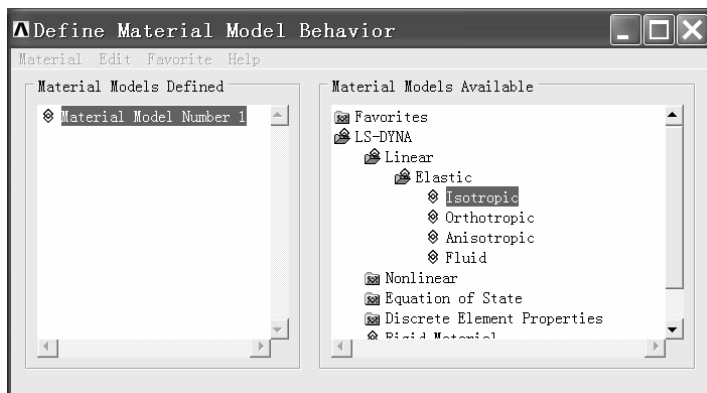
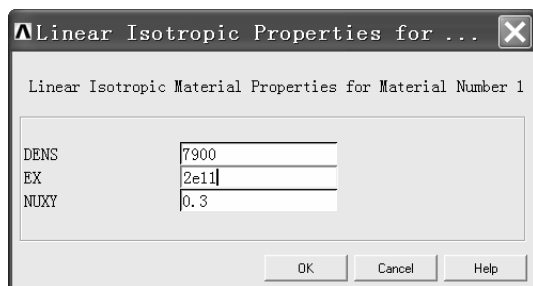

图 3-86 “Define Material Model Behavior” 窗口
图 3-87 “Linear Isotropic Properties for...” 窗口
(7) 依次选择 Main Menu>Preprocessor>Material Props>Material Models，弹出“Define Material Model Behavior”窗口（见图 3-86）。单击该窗口右侧的“LS-DYNA”，继续单击“Linear”→“Elastic”→“Isotropic”，弹出“Linear Isotropic Properties for ...”窗口（见图 3-87）。在该窗口中“Linear Isotropic Properties for ...”后的方框内输入“7900”，在“EX”后的方框内输入“2e11”，在“NUXY”后的方框内输入“0.3”，然后单击“OK”按钮返回到“Define Material Model Behavior”窗口，单击“Define Material Model Behavior”窗口右上角的叉号关闭该窗口。